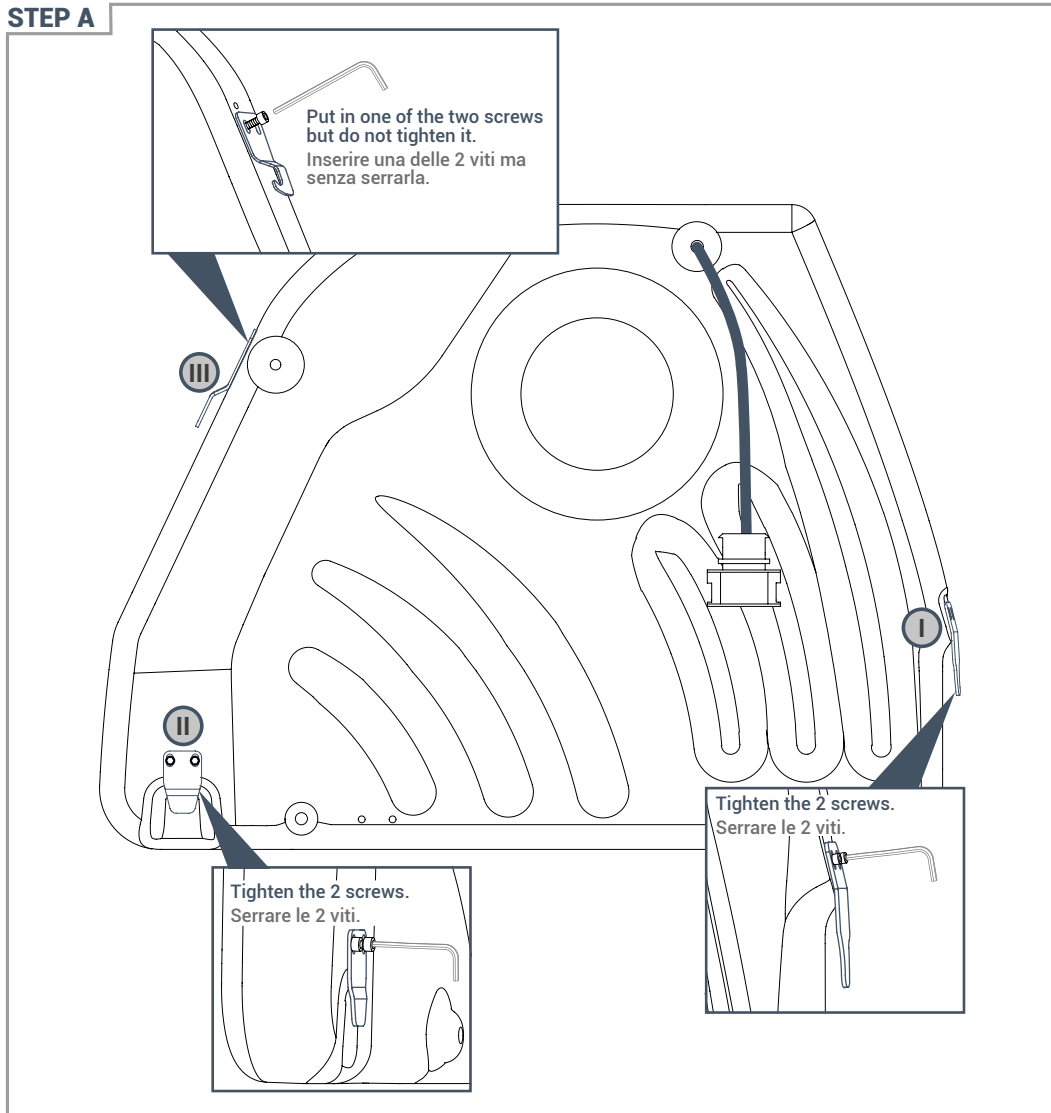

Fig. 21
9.1.1 Montare le tre staffe dell'APBX G6 MOUNTING KIT sui tre punti predisposti sul box rispettando rigorosamente le indicazioni riportate in figura (Fig. 21).